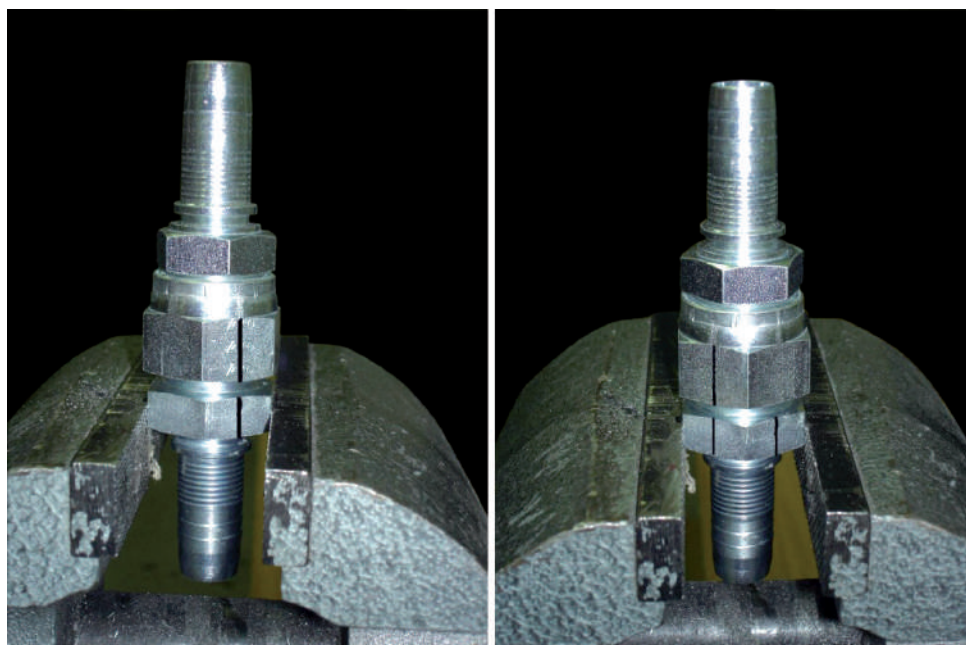

Fig. 1
- fare un segno longitudinale su uno dei piani dell'esagono fino al corpo dell'esagono come mostrato in Fig. 1
- make a longitudinal mark on one of the flats of hex and continue it on the body hex as shown in Fig.1